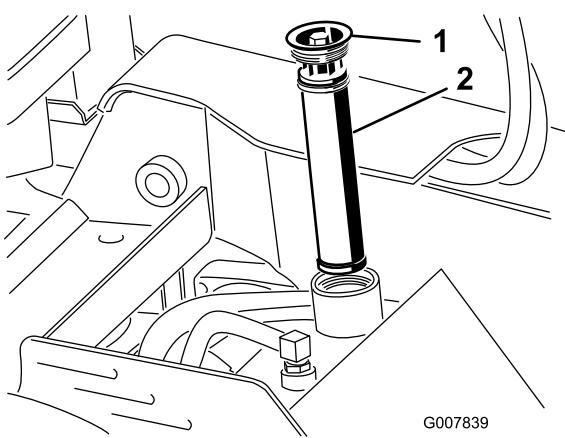

Рисунок 9
- Снимите крышку/гидравлический фильтр с заливной горловины гидравлического бака (Рисунок 9).
- Установите крышку и фильтр на заливную горловину (Рисунок 9) и затяните болт в верхней части крышки с моментом от 13 до 15,5 Н·м.